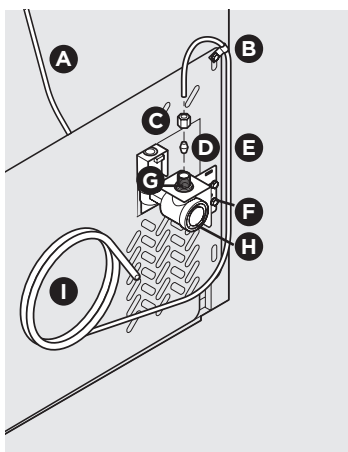
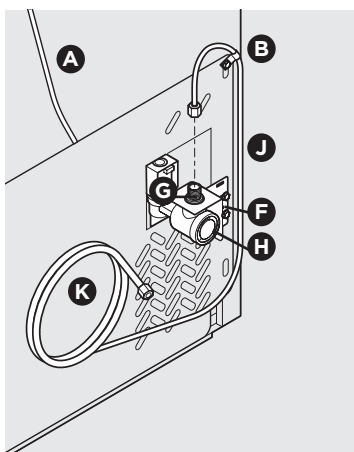

figura 17
figura 18
4. Si usa tubería de cobre: deslice la tuerca de compresión de bronce y luego el casquillo (manga) hacia la línea de suministro de agua. Empuje la línea de suministro de agua hacia la entrada de la válvula de agua lo más posible (1/4" / 6.4 mm). Deslice el casquillo (manga) en la entrada de la válvula y apriete con los dedos la tuerca de compresión en la válvula. Apriete otra media vuelta con una llave; NO apriete excesivamente. Vea la figura 17. Si usa tubería de acero inoxidable o de polilínea: la tuerca y el casquillo ya están montados en la tubería. Deslice la tuerca de compresión en la entrada de la válvula y apriete con los dedos la tuerca de compresión en la válvula. Apriete otra media vuelta con una llave; NO apriete excesivamente. Vea la figura 18.
6. Con la abrazadera de acero y el tornillo, asegure la línea de suministro de agua (tubería de cobre solamente) al panel posterior del refrigerador, como se muestra en la figura 17.
7. Enrolle la línea de suministro de agua en exceso (tubería de cobre solamente), aproximadamente 2 1/2 vueltas, detrás del refrigerador como se indica en la figura 17; disponga el enrollado de modo que no vibre o se desgaste contra cualquier otra superficie.